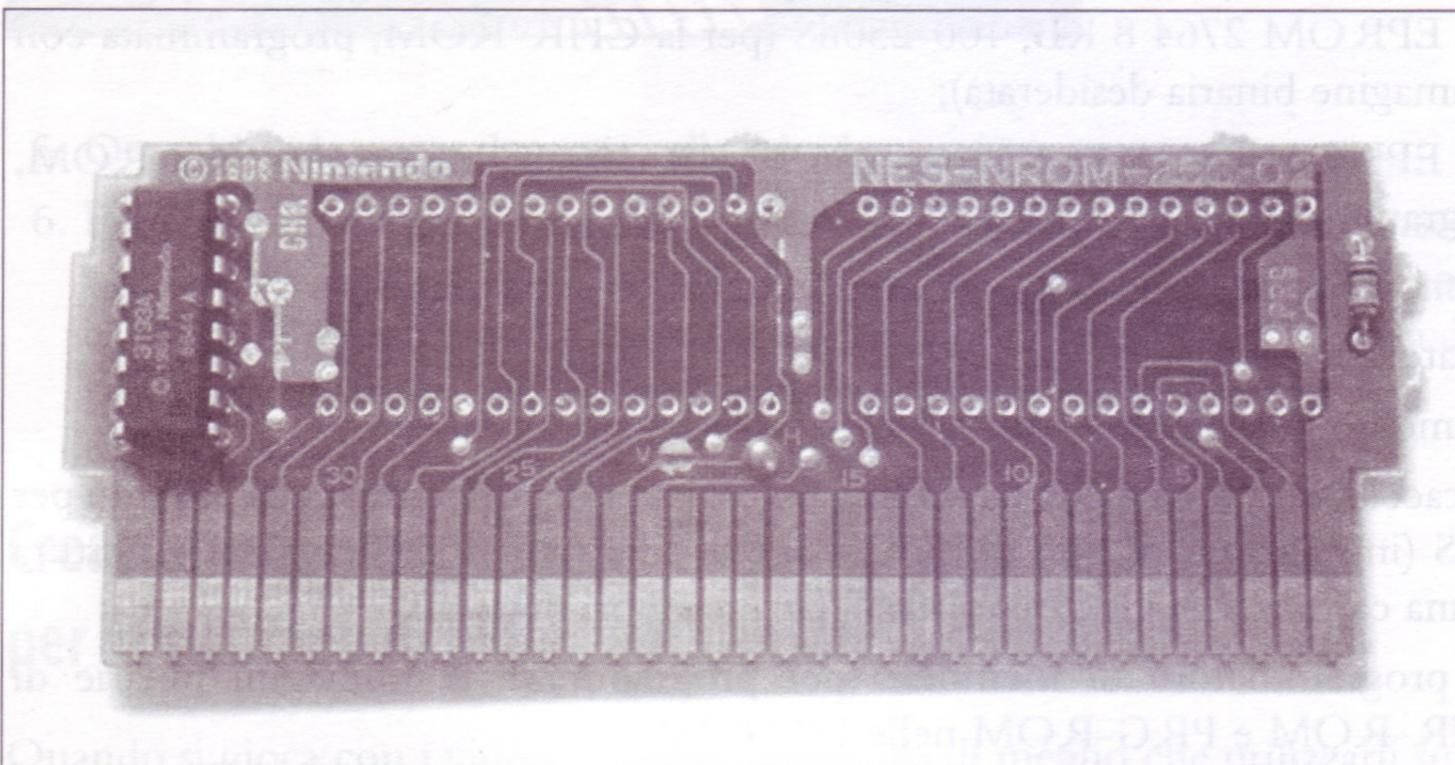

Figura 6.44 La scheda dopo la rimozione delle ROM.
2. Il passaggio successivo consiste nel dissaldare e rimuovere le due ROM originali dalla scheda dei circuiti della cartuccia di gioco. Una volta rimossi i componenti, la scheda dovrebbe presentarsi come nella Figura 6.44.